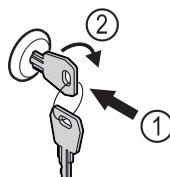

Fig. 191
- Πιέστε μέσα το κλειδί. Fig. 191 (1)
- Περιστρέψτε το κλειδί 90° δεξιόστροφα. Fig. 191 (2)